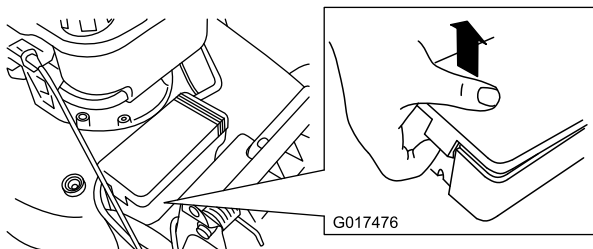

Figure 37
1. Dégagez les deux extrémités du couvercle de la batterie et déposez le couvercle (Figure 37).